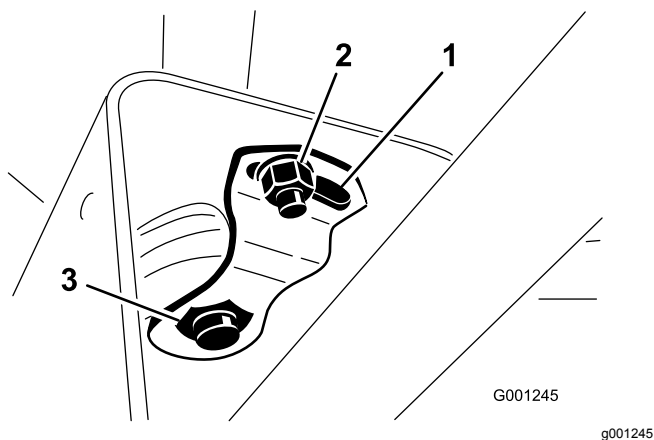

Figura 30
2. Mueva la cubierta por la columna de dirección para dejar expuesto el soporte del pivote (Figura 30).
3. Afloje la tuerca pequeña y gire el soporte del pivote hasta que apriete la tuerca grande que está debajo (Figura 30).